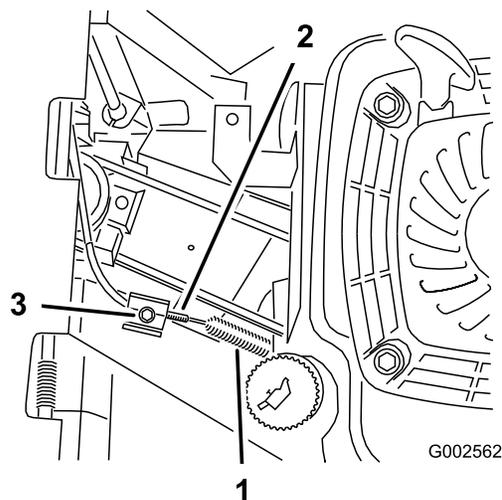

Figure 28
4. Desserrez la vis du serre-câble jusqu'à ce que la gaine du câble puisse coulisser (Figure 28).
6. Déplacez la gaine du câble 1,6 cm vers l'avant de la machine (Figure 28).